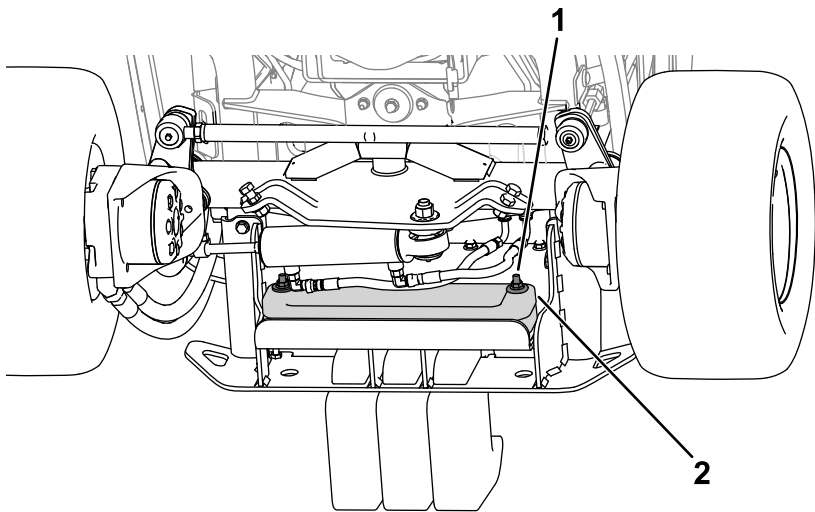

Figura 18
- 2. Utilizzate la bulloneria per fissare le zavorre al paraurti (Figura 18).